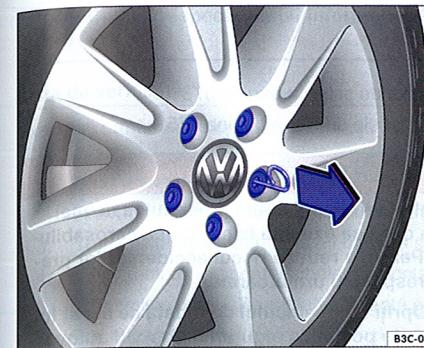

Fig. 227 Scoateți capacele de pe șuruburile de roți.
- Introduceți etrierul de sârmă prin orificiul capacului de acoperire ⇒ fig. 227 și trageti în sensul săgeții.